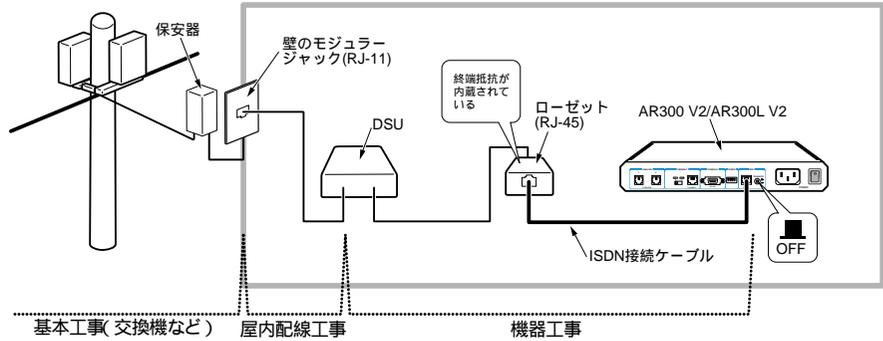
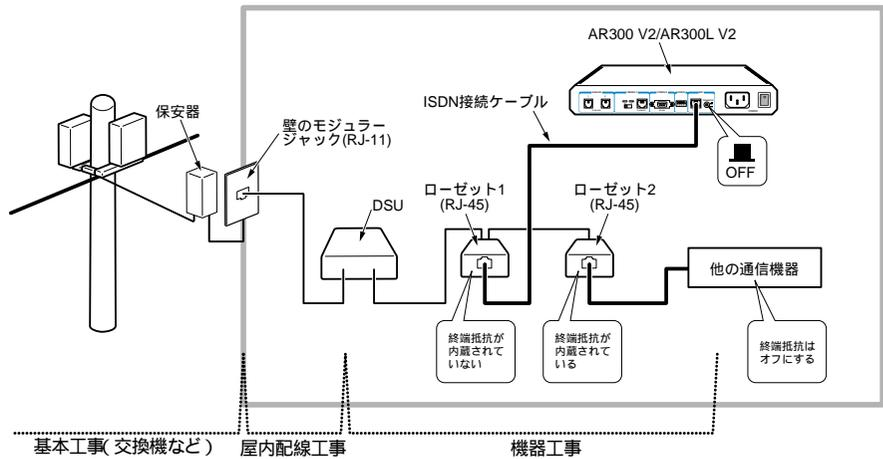

図 2.4.1：P-P（ポイント-ポイント）配線による工事例
図 2.4.2：バス配線による工事例
- ・ DSU にローゼットが 1 個接続されており、ユーザー通信機器をローゼットに接続する場合 (図 2.4.1) 本製品の終端抵抗スイッチを「OFF」に設定してください。³
- ・ DSU に複数のローゼットが接続されており、ユーザー通信機器をそれらのローゼットのどれかに接続する場合 (図 2.4.2) 本製品の終端抵抗スイッチを「OFF」に設定してください。⁴
- ・ DSU にローゼットが 1 個接続されており、ユーザー通信機器をローゼットに接続する場合 (図 2.4.1) 本製品の終端抵抗スイッチを「OFF」に設定してください。⁶
1. 壁の電話線の引き込みがモジュラー型 (RJ-11) であれば、図 2.4.1、図 2.4.2 の「基本工事 (交換機など)」以外の部分は、お客様ご自身による工事ができます。INS ネット 64 お申し込み時に「屋内配線工事」と「機器工事」は自分で行う旨を申告すれば、工事費が安くなります。